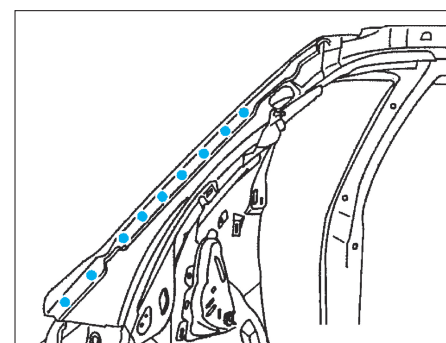

FIG. 122
- par points bouchons au MIG et meuler (Fig.122),